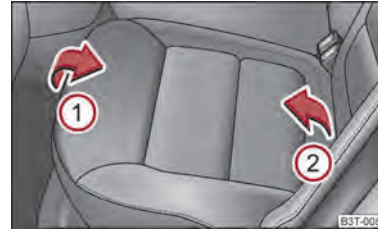

Abb. 62 Sitzfläche vorklappen
- Sitzfläche in Pfeilrichtung ① ⇒ Abb. 62 hochziehen und in Pfeilrichtung ② nach vorn klappen.